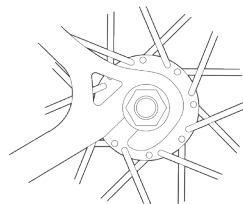

fig. 13
6. Con un sistema a sgancio rapido, muovere la leva verso l'alto e fissarla nella posizione CHIUSO (fig. 11a). La leva dovrebbe in questo momento trovarsi in posizione parallela al fodero posteriore verticale o al fodero posteriore orizzontale e curvata verso la ruota (fig. 13). Per applicare la forza necessaria al bloccaggio, bisogna avvolgere le dita attorno a un braccio della forcella come appoggio e la leva dovrebbe lasciare una chiara impronta sul palmo della mano.